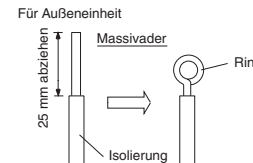

Abb. 3-54
- (1) Das Ende des Kabels mit einem Seitenschneider abtrennen, dann die Isolierung abziehen, um ungefähr 25 mm der Massivader freizulegen. (Abb. 3-54)